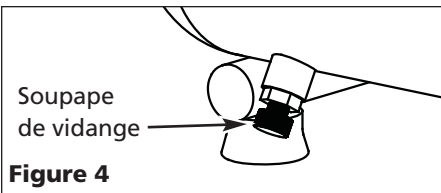

Figure 4
2. Avec le compresseur hors circuit et la pression dissipée, purger l'humidité du réservoir en ouvrant le robinet de purge sous le réservoir. (Figure 4)